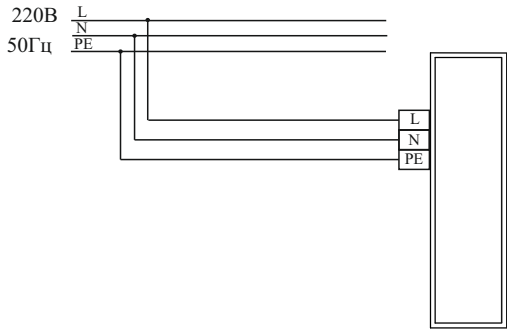

Рисунок 1
-При помощи соединительных клемм подключите к драйверу сетевые провода согласно схеме подключения (рисунок 1). Светильник может комплектоваться 2/3/4/6 светодиодными линейками по 6 Вт (110 лм/Вт) или 2/3/4/6/8 линейками по 9 Вт (100 лм/Вт). Вставьте рассеиватель в пазы на корпусе светильника, закройте боковую откидную планку.